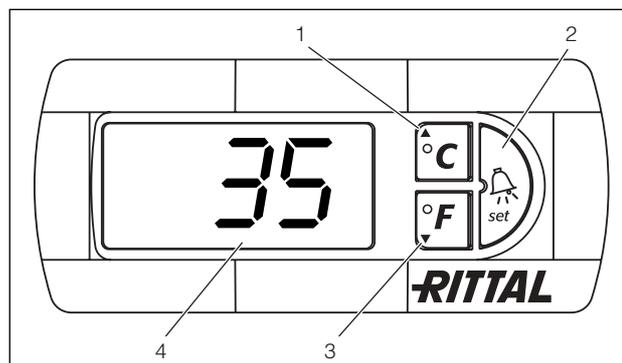

Imagen 19: Controlador Confort
El controlador Confort dispone de una indicación de 7 segmentos (imagen 19, nº 4). En esta se muestra, tras la conexión de la fuente de alimentación, durante aprox. 2 segundos la versión actual del software. En servicio normal la indicación muestra tanto la temperatura (en grados celsius o fahrenheit, seleccionable), así como las indicaciones de fallo.
La programación del aparato se realiza a través de las teclas 1 – 3 (imagen 19). Los parámetros también aparecen en la indicación.
- Presione simultáneamente las teclas 1 y 2 (imagen 19) durante 5 segundos mín.
Con las teclas 1, 2 y 3 (imagen 19) puede modificar 24 parámetros dentro de los niveles preestablecidos (valor mín., valor máx.).